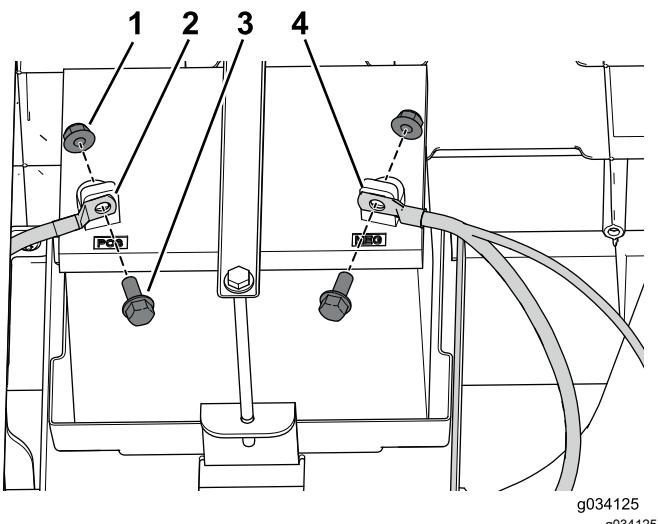

Bild 10
5. Klemmen Sie das Minuskabel (-) und dann das Pluskabel (+) von der Batterie ab, wie in **Bild 10** abgebildet.